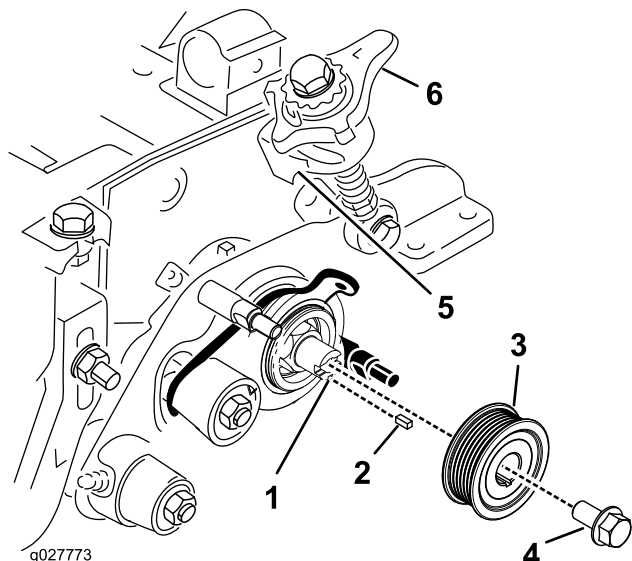

图15
22. 使用 3/8 x 3/4 英寸凸缘头螺栓，将驱动侧快速升起组件安装到侧板上（图15）。
23. 安装新的驱动皮带轮、键和凸缘螺丝（图15）。